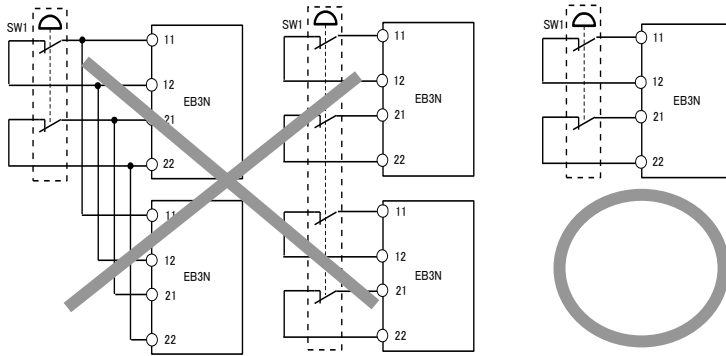
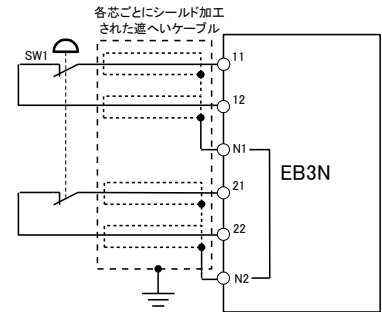

図 4. 安全入力接続図
図 5. 可動ケーブル接続図
- (1)安全入力機器を動作させることで、本製品の動作確認を1日に1度、行ってください。
- (2)安全入力および安全出力は安全要求に適合した回路構成でご使用ください。
- (3)本製品および本製品に接続される安全機器など、システムを構成する全ての機器の応答時間を考慮に入れ、安全距離の算出を行ってください。
- (4)入力および出力の配線は電源線、動力線と分離してください。
- (5)安全入力接点間、安全出力接点間が短絡しないように適切に取付け、配線を行ってください。
- (6)本製品と接続する安全スイッチや非常停止用押ボタンスイッチは直接開路動作機能の2NC接点を持った規格適合品をご使用ください。
- (7)安全入力機器の動作状態のモニタリングを行う場合、安全入力用接点とは別に独立した接点をセーフティリレーバリアの補助入力に接続してください。
- (8)補助入出力を安全入出力として使用しないでください。本製品の故障時にシステムの安全性能を損なう原因となります。
- (9)ひとつのスイッチの出力を複数のEB3N形、複数のバリア(EB3N形とEB3C形等)へ入力することはできません。それぞれに独立したスイッチをご使用ください。(図4をご覧ください)
- (10)耐電磁環境性を確保するために、安全入力および補助入力の配線は遮へいケーブルをご使用ください。シールドは本製品が取付けられた制御盤のFGへ接続してください。
- (11)安全入力に可動ケーブルを接続する場合は芯線ごとにシールド加工されたケーブルをご使用ください。各芯線のシールドはEB3N形のシグナルグラウンド(N1,N2端子)に接続してください。(図5をご覧ください)
- (12)安全出力端子には過電流から保護するために IEC 60127 適合の 2A FH (5×20 mm) ヒューズを挿入してください。
- (13)ISO 13849-1:2015 カテゴリ、パフォーマンスレベルはシステム全体で見積り、評価する必要があります。